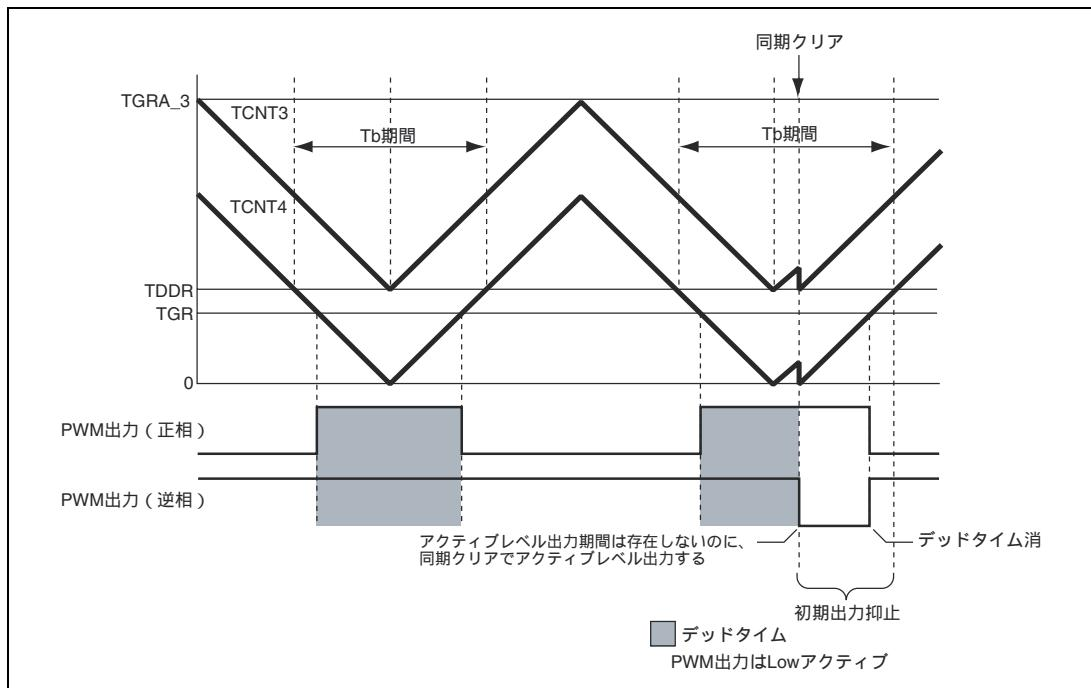

図 11.114 条件(2)の同期クリア例
条件 (2) 初期出力の抑止期間 、 にて、TGRB_3 TDDR、TGRA_4 TDDR、TGRB_4 TDDR のいずれかが成立する状態で、同期クリアする（図 11.114）。